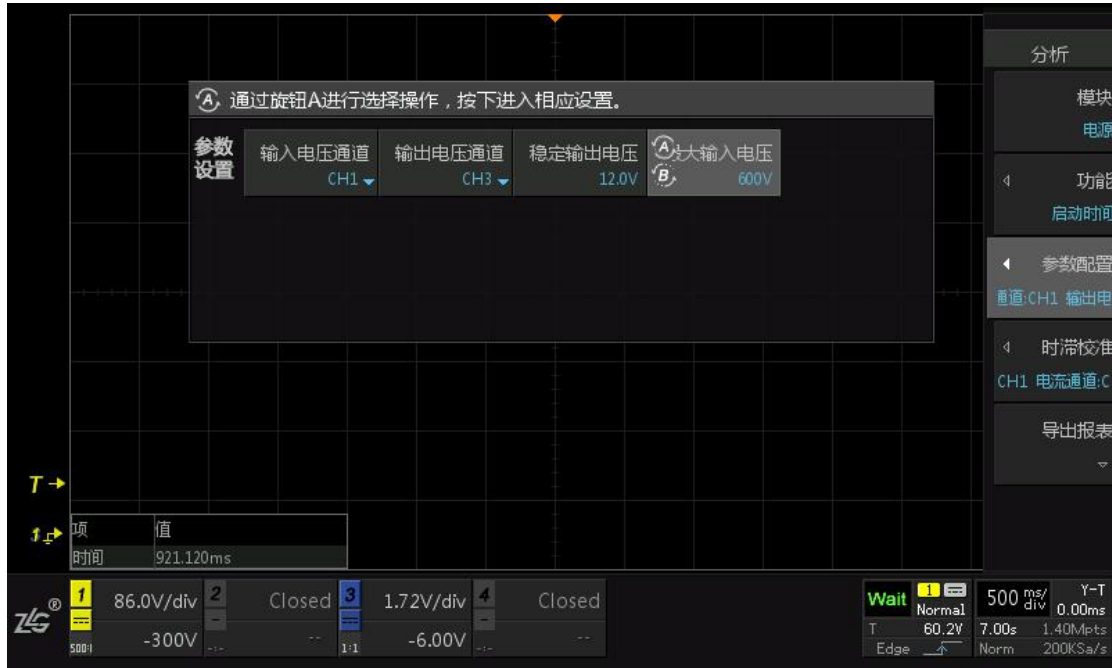

图 7.20 启动时间参数配置
(2)、点击【Analyze】进入电源分析界面, 【功能】选择【启动/关闭时间】, 点击【参数配置】进入参数配置界面, 如图 7.20 所示, 之后将时基档位调为 500ms/div, 再点击设置单次捕获【Single】, 以捕获启动/关闭时的瞬间数据。